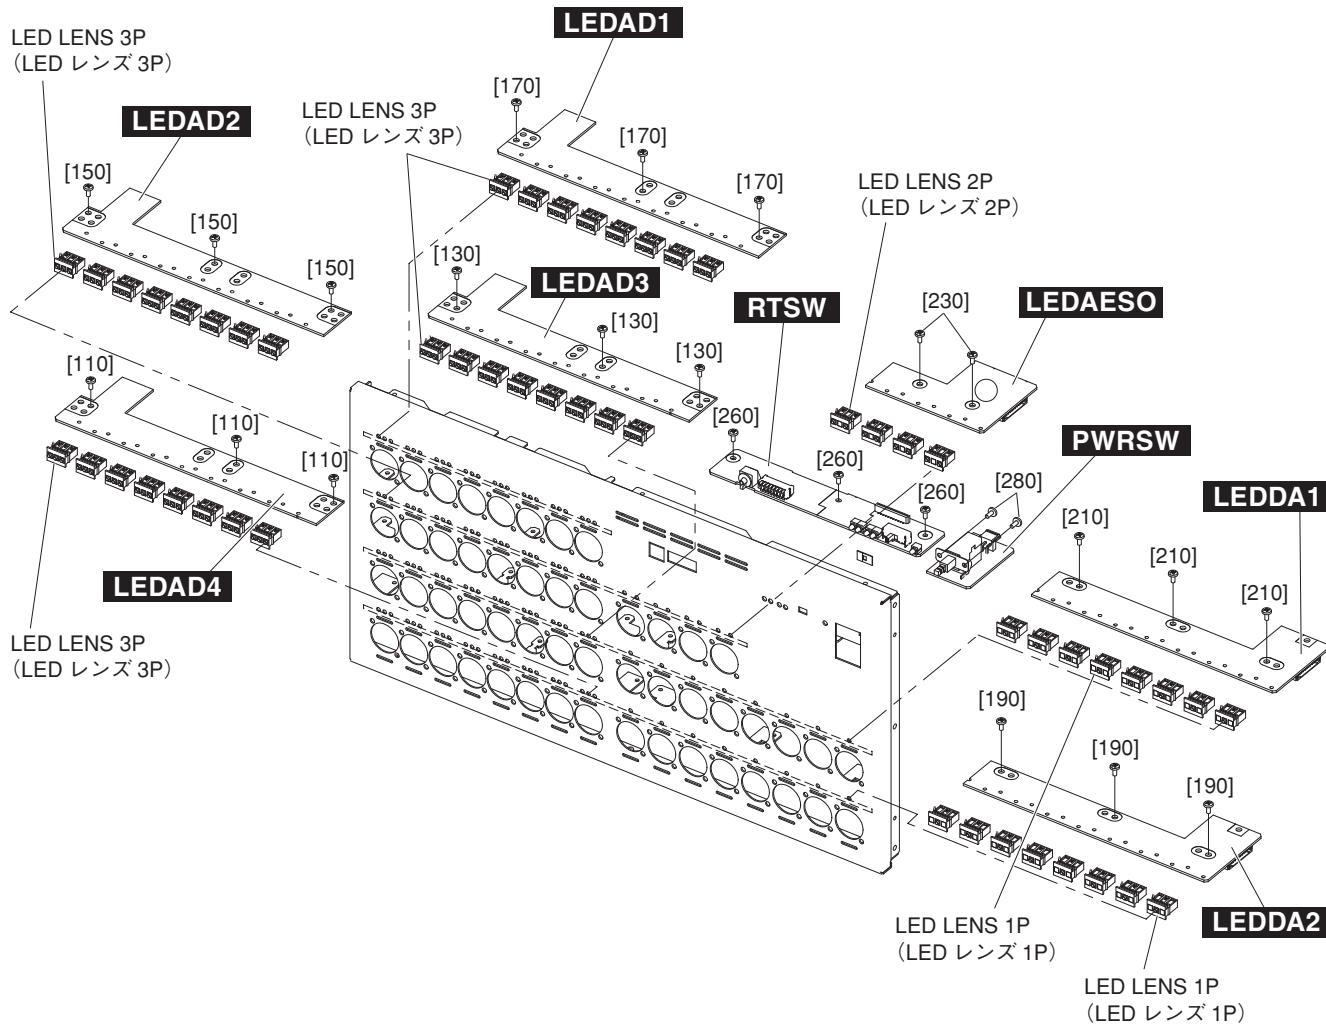

Fig. 8 (図 8)
- 12-3. Remove the three (3) screws marked [170]. The LEDAD1 circuit board (INPUT 1–8) can then be removed. (Fig. 8)
- 12-4. Remove the LED lens (3P). (Fig. 8)
- 13-5. Remove the three (3) screws marked [150]. The LEDAD2 circuit board (INPUT 9–16) can then be removed. (Fig. 8)
- 13-6. Remove the LED lens (3P). (Fig. 8)
- 12-3. [170] のネジ 3 本を外して、LEDAD1 シート (INPUT 1–8) を外します。 (図 8)
- 12-4. LED レンズ 3P を外します。 (図 8)
- 13-5. [150] のネジ 3 本を外して、LEDAD2 シート (INPUT 9–16) を外します。 (図 8)
- 13-6. LED レンズ 3P を外します。 (図 8)
removed. (Fig. 8)
- 14-8. Remove the LED lens (3P). (Fig. 8)
17–24) を外します。 (図 8)
- 14-8. LED レンズ 3P を外します。 (図 8)
- 15-11. Remove the three (3) screws marked [110]. The LEDAD4 circuit board (INPUT 25–32) can then be removed. (Fig. 8)
- 15-12. Remove the LED lens (3P). (Fig. 8)
- 16-3. Remove the three (3) screws marked [260]. The RTSW circuit board can then be removed. (Fig. 8)
- 15-11. [110] のネジ 3 本を外して、LEDAD4 シート (INPUT 25–32) を外します。 (図 8)
- 15-12. LED レンズ 3P を外します。 (図 8)
- 16-3. [260] のネジ 3 本を外して、RTSW シートを外します。 (図 8)
- 17-5. Remove the two (2) screws marked [280]. The PWRSW circuit board can then be removed. (Fig. 8)
- 18-4. Remove the two (2) screws marked [230]. The LEDAESO circuit board can then be removed. (Fig. 8)
- 18-5. Remove the LED lens (2P). (Fig. 8)
- 19-6. Remove the three (3) screws marked [210]. The LEDDA1 circuit board (OUTPUT 1–8) can then be removed. (Fig. 8)
- 19-7. Remove the LED lens (1P). (Fig. 8)
- 20-8. Remove the three (3) screws marked [190]. The LEDDA2 circuit board (OUTPUT 9–16) can then be removed. (Fig. 8)
- 20-9. Remove the LED lens (1P). (Fig. 8)
- 17-5. [280] のネジ 2 本を外して、PWRSW シートを外します。 (図 8)
- 18-4. [230] のネジ 2 本を外して、LEDAESO シートを外します。 (図 8)
- 18-5. LED レンズ 2P を外します。 (図 8)